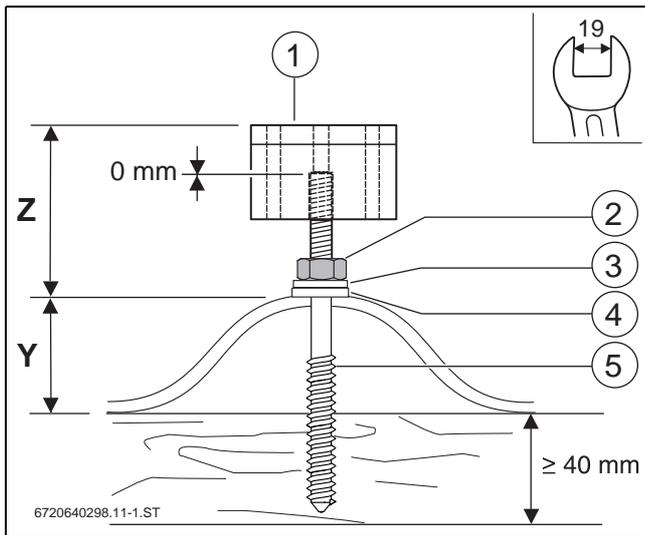

Fig. 36 Parafuso de aperto montado com bloco de apoio
- ▶ Apertar o parafusos pré-montado com uma chave de parafuso SW19, até que a medida Z (→ tab. 14) seja alcançada (→ fig. 36).
- ▶ Apertar a porca (→ fig. 36 [2]) até que a anilha de vedação fique totalmente assente sobre a chapa ondulada.